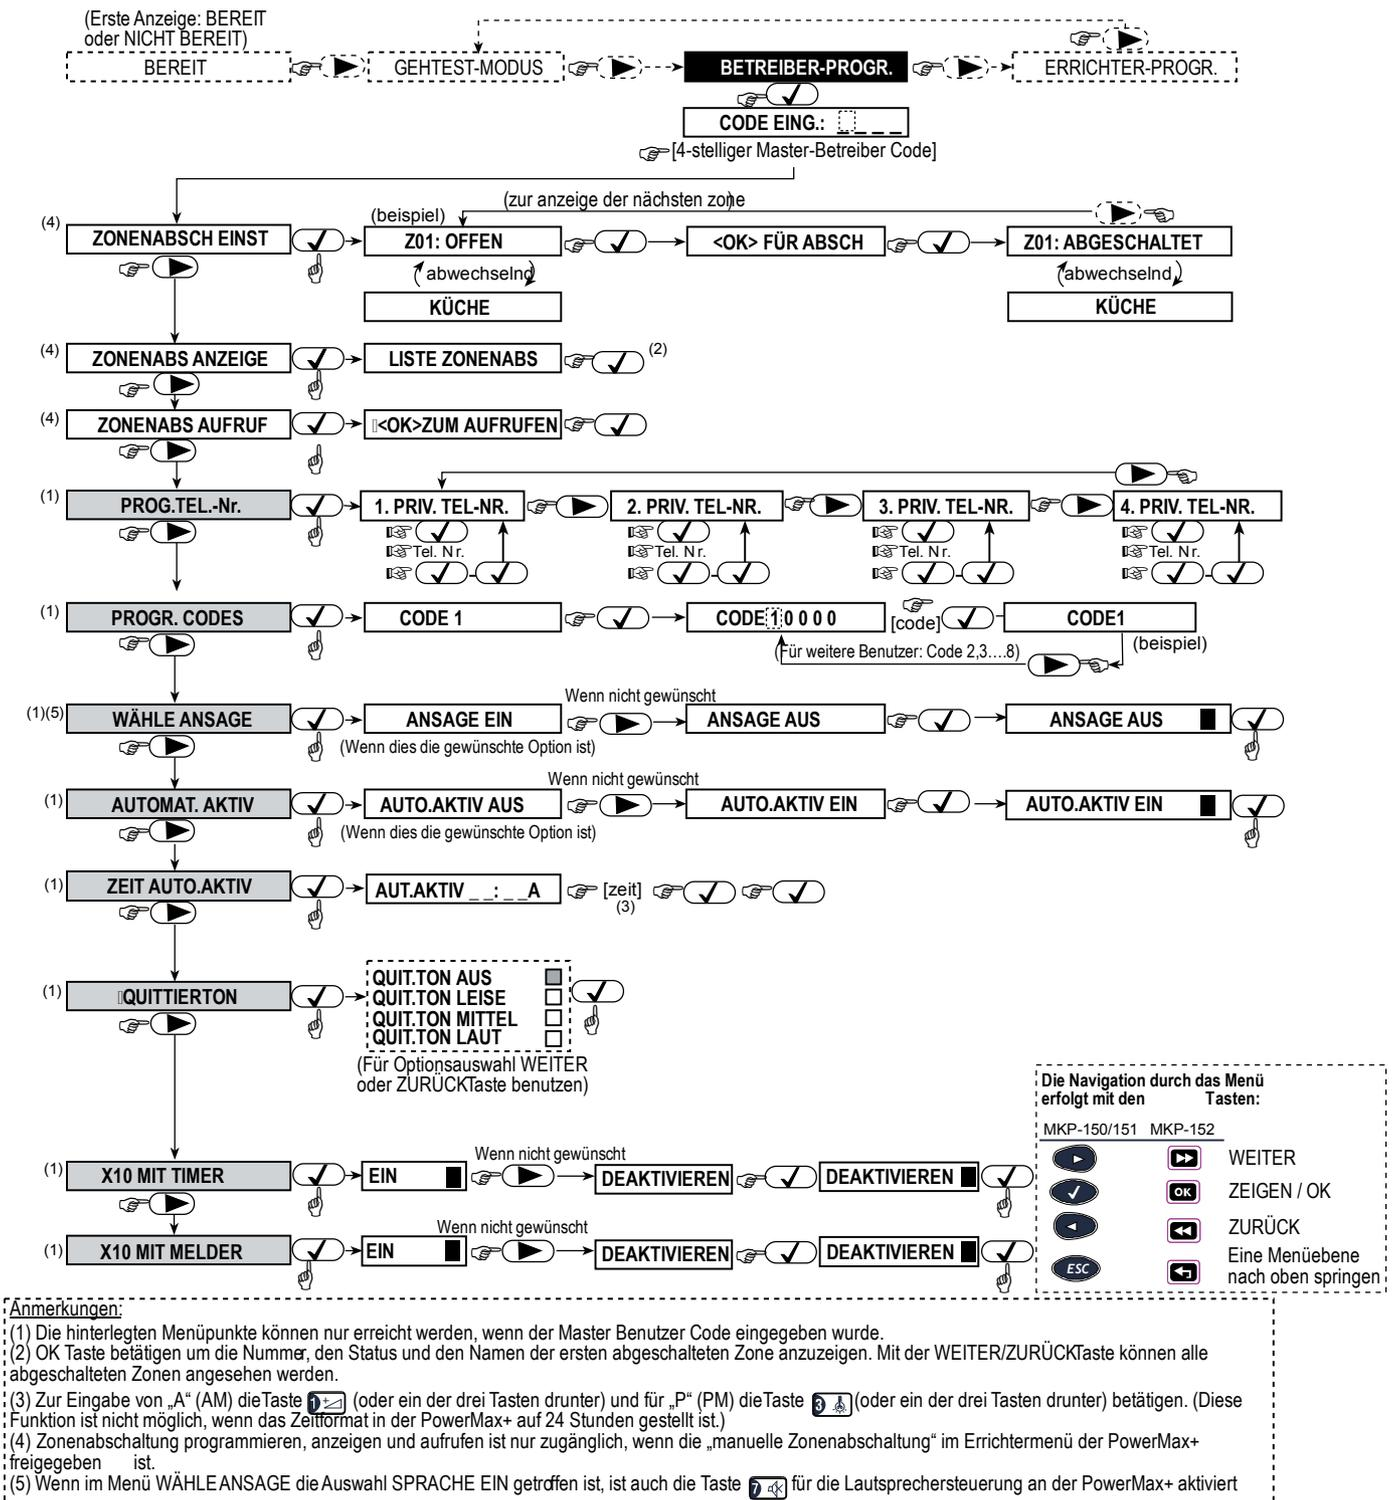

Abbildung 9: Darstellung Betreiber Menü
- D. Nach dem Zugang zum Betreiber Menü können Sie, wie in Abbildung 9 dargestellt, zu den jeweiligen Menüpunkten wechseln um entsprechende Einstellungen durchzuführen.